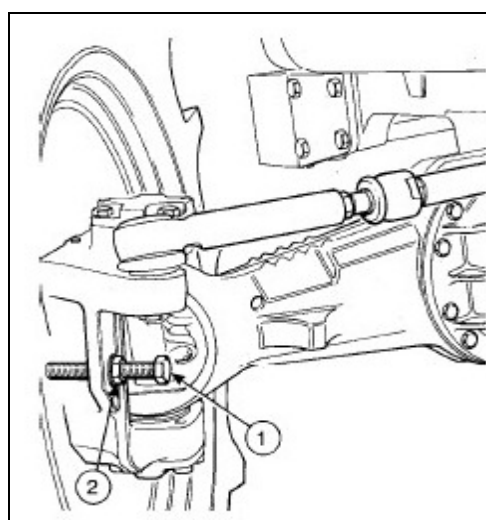

Fig. 127
4. Si es necesario, ajuste los topes de la dirección (1) en ambos lados para que no se produzca ningún contacto. Apriete las tuercas de traba (2) después de ajustar (Fig. 127)